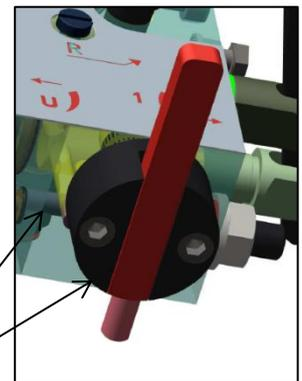

Fig. 6
- 1- Con cabina ferma al piano verificare che da sotto il gruppo valvole non ci siano perdite (Fig.6).